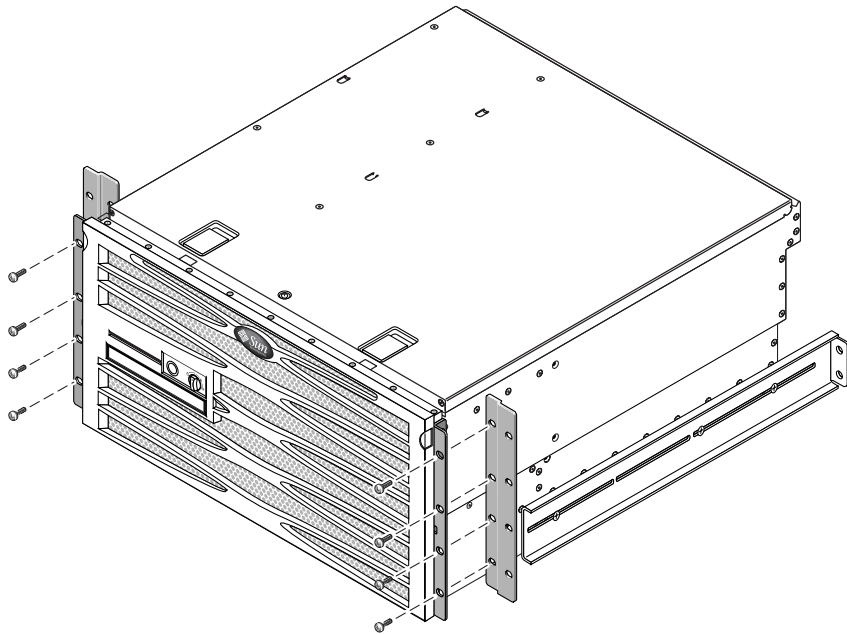

BILD 3-20 Fästa främre justeringskonsoler för 600 mm vid de främre fasta monteringskenorna
7. Använd åtta av de medföljande $M5 \times 8$ mm skålformade stjärnskruvarna (fyra skruvar för varje monteringskena) och skruva fast de främre justeringskonsolerna för 600 mm på de främre fasta monteringskenorna (BILD 3-20).